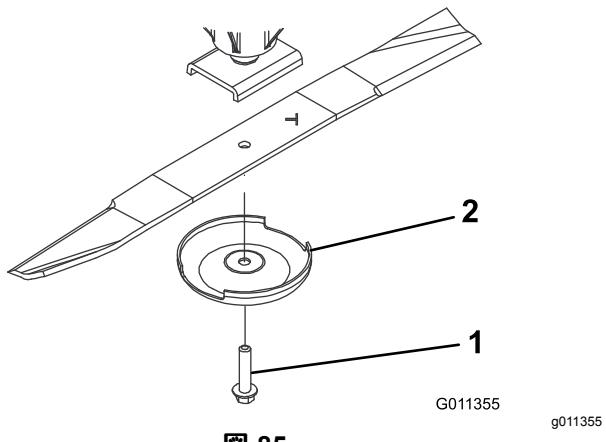

図 85
2. ぼろきれや厚いパッドの入った手袋を使ってブレードの端部をしっかりと握る。スピンドルのシャフトからブレードボルト、芝削り防止カップ、ブレードを取り外す図 85。
3. ブレードを取り付ける時は、セール立ち上がっていいる部分がカッティングデッキの天井を向くように取り付け、芝削り防止カップをつけてブレード・ボルトで固定する図 85。